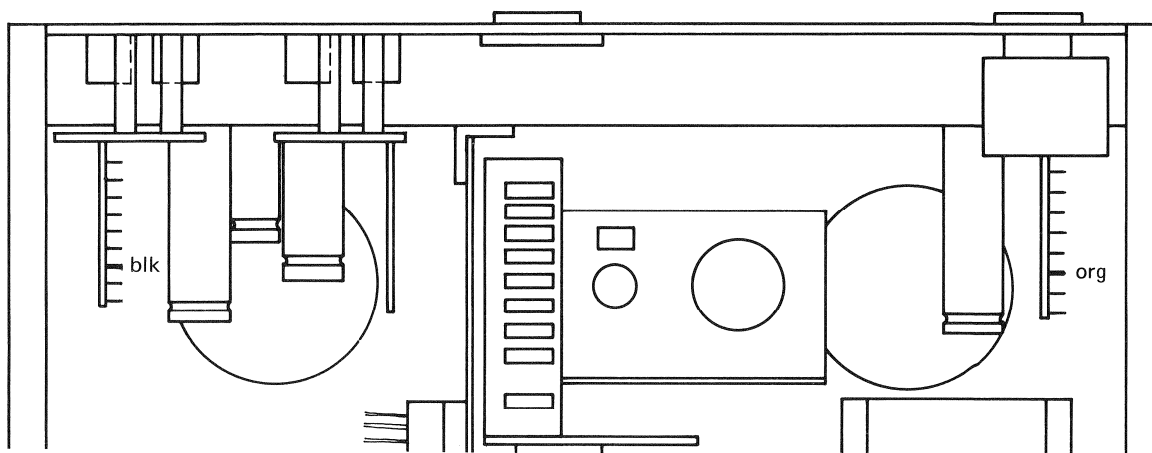
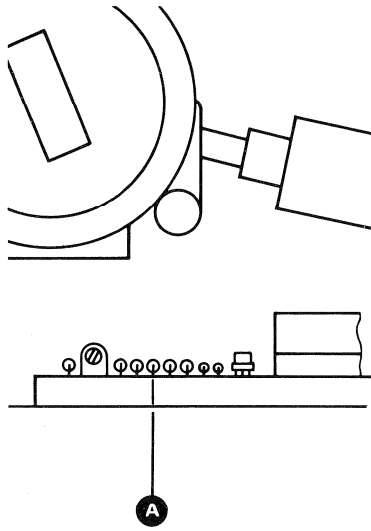

Fig. 5.5.—1
Fig. 5.6.—1
- Zwei-Kanal Oszilloskop anschliessen (Fig. 5.5.—1):
- Im beleuchteten Zustand muss am Punkt (A) (Fig. 5.6.—1) eine Gleichspannung von 4,2 V sein. (Messung mit einem Universalinstrument mit mindestens 20 000 Ohm/V DC.) Das Potentiometer soll auf Mittelstellung stehen.
- Bei eingelegtem Band (PE 36 RX) muss die Gleichspannung am Punkt (A) kleiner als 1 V sein.
- Connect a double beam oscilloscope as follows (fig. 5.5.—1):
- When illuminated a DC voltage of 4.2 V must be present at point (A) (fig. 5.6.—1); measured with an instrument with at least 20 kohms/V DC. The potentiometer should be in the centre position.
- With a tape in position (PE 36 RX) the DC voltage at point (A) should be less than 1 V.